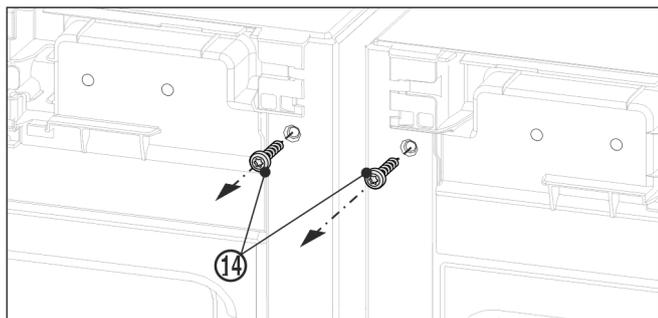

Fig. 11
- ▶ Antes de montar la escuadra superior, desenrosque los dos tornillos de conexión a tierra Fig. 11 (14).